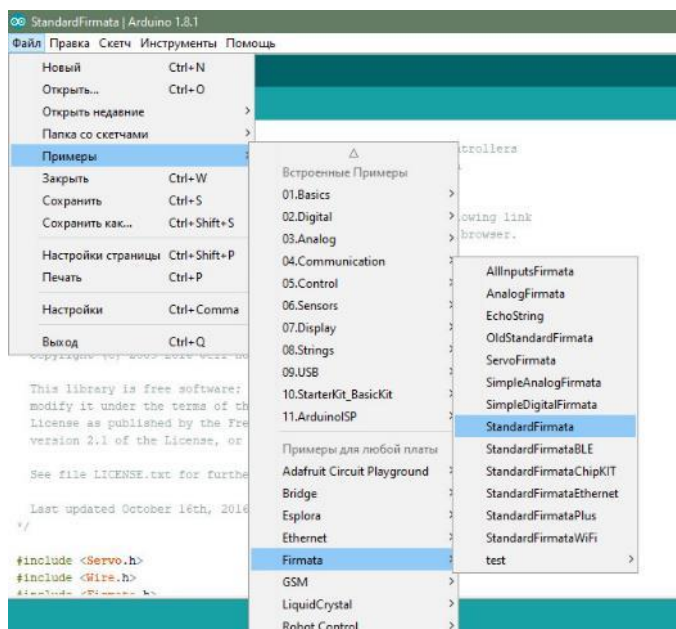

Рис. 29. Выбор стандартной прошивки
1. Запустить Arduino IDE и перейти в пункт меню: Файл → Примеры → Firmata → StandardFirmata (рис. 29).